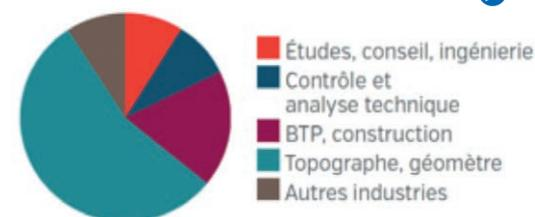

Figure 1. Secteurs d'activité des diplômés (enquête 2018)
► més en 2018 (figure 1), plus de 30 % des étudiants se sont dirigés vers la profession libérale de géomètre-expert dès la sortie de l'école.